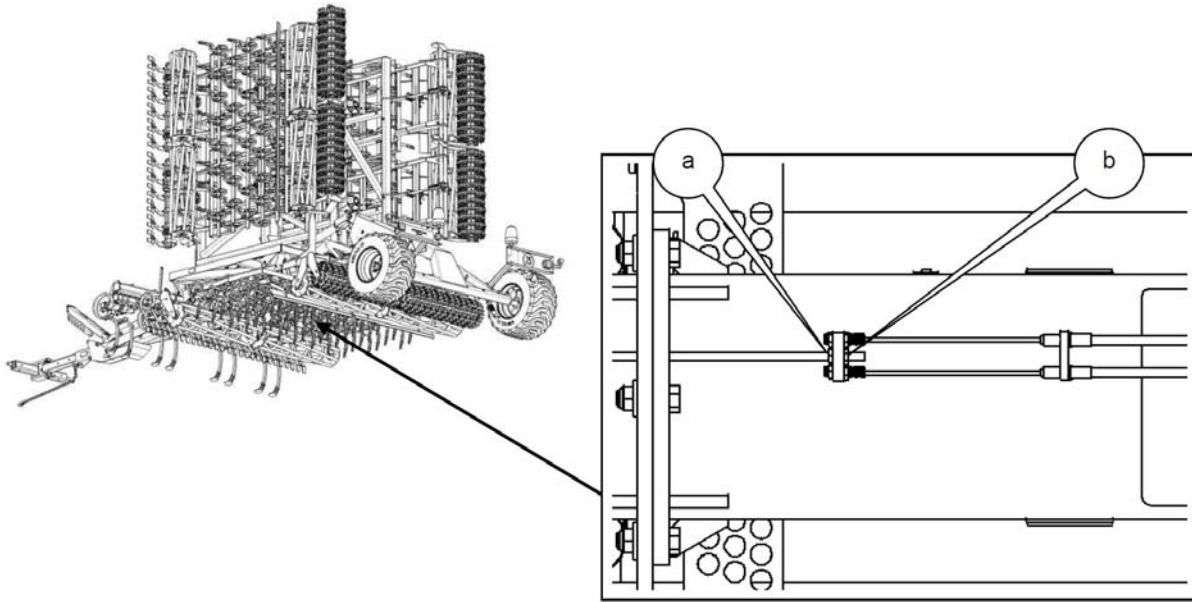

Fig. 23 Regulatie van de noodrem
- Regulatie wordt ingesteld met behulp van het vergroten/verkleinen van de druk op de Bowden remkabel. Voor dit doel dient men (Fig. 23):